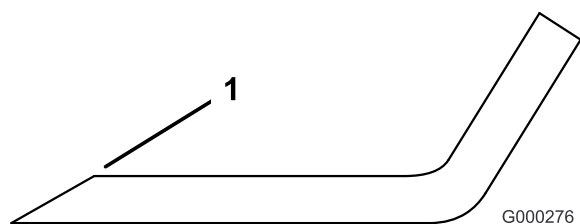

Figure 80
1. Au moyen d'une lime, aiguissez les tranchants aux deux extrémités de la lame (Figure 80). Veillez à conserver l'angle de coupe d'origine. Limez la même